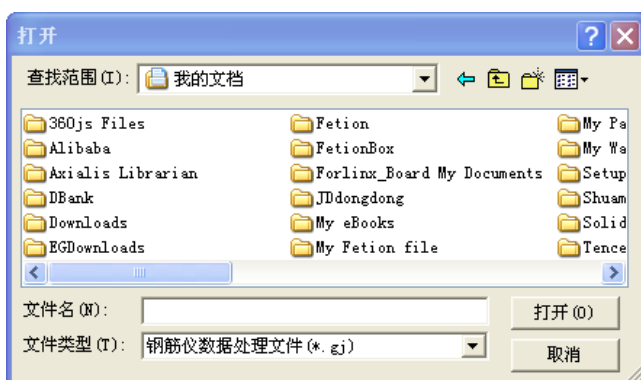

图 6-7
1、打开：打开要处理或查看的文件。其操作窗口如图 6-7 所示。